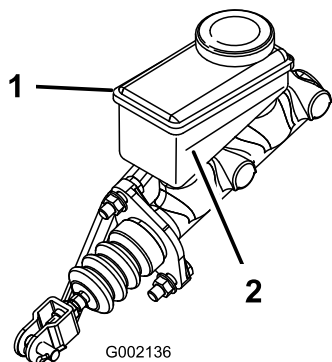

図 43
3. タンクを側面から見てオイルの量を確認する。最低ライン（図 43）まであればよい。不足であれば、キャップの周辺をきれいに拭き、キャップを取り、最低ラインを越えるまで補給する。 入れすぎないこと。